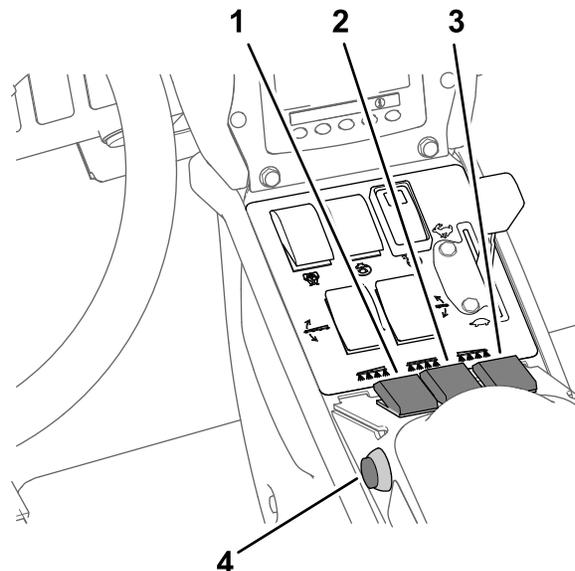

Figura 36
7. Coloque os interruptores de secção do pulverizador na posição LIGAR (Figura 36).
10. Conduza à velocidade pretendida e, em seguida, coloque o interruptor da secção principal na posição LIGAR para iniciar a pulverização (Figura 36).
3. Defina o interruptor da secção principal para a posição DESLIGAR; consulte Figura 36 em Pulverização no Modo de taxa de aplicação (página 35).
7. Coloque os interruptores de secção individual, conforme necessário, na posição LIGAR; consulte Figura 36 em Pulverização no Modo de taxa de aplicação (página 35).
9. Conduza à velocidade pretendida e, em seguida, coloque o interruptor da secção principal na posição LIGAR para iniciar a pulverização; consulte Figura 36 em Pulverização no Modo de taxa de aplicação \(página 35\).